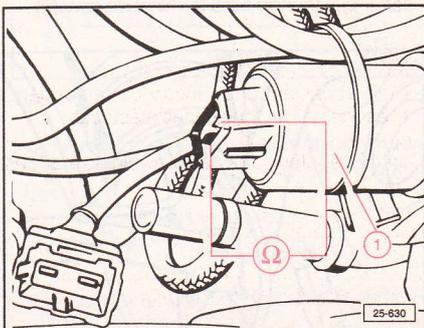

Fig. 4.64
Desconectar el enchufe de la válvula (1) (N71) (Fig. 4.64).